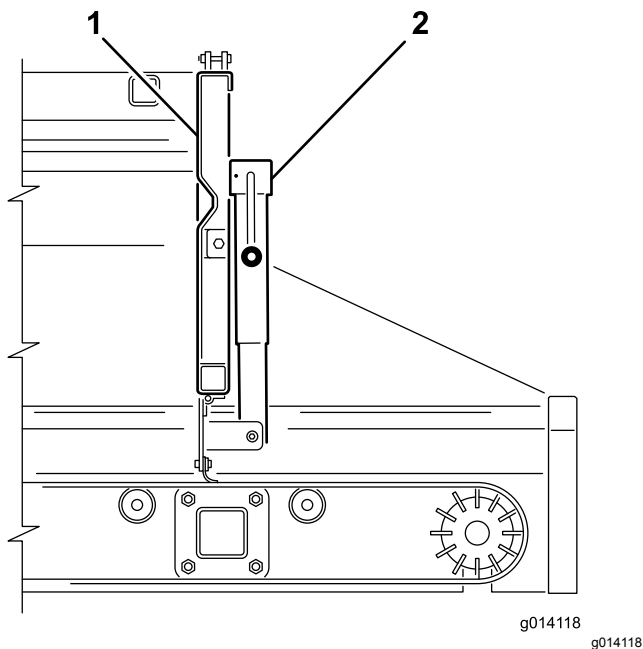
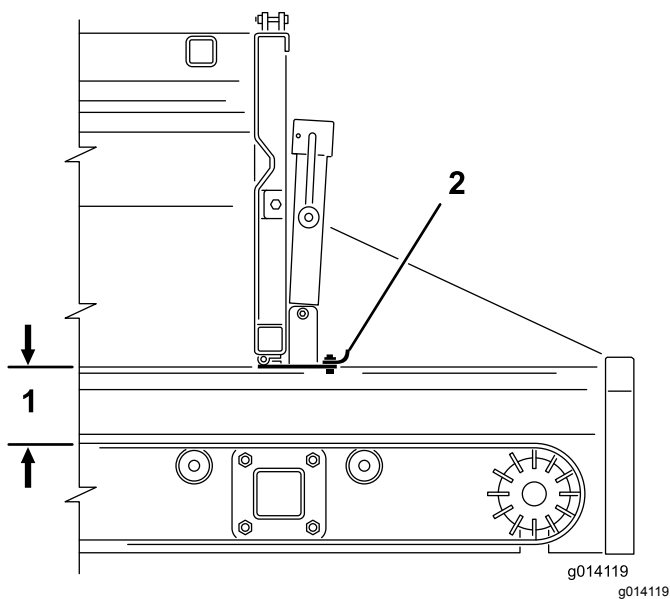

Bild 39
Bild 40
2. Öffnen oder schließen Sie den verstellbaren Teil der Heckklappe mit dem Achsständergriff (Bild 39 und Bild 40). Dies schränkt den Materialfluss beim Verwenden einer Option ein.